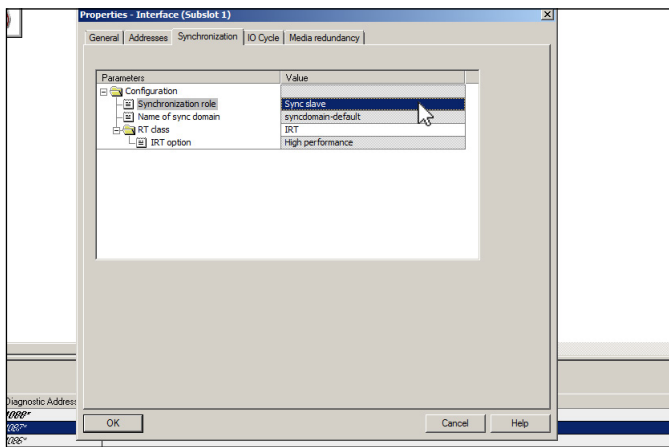
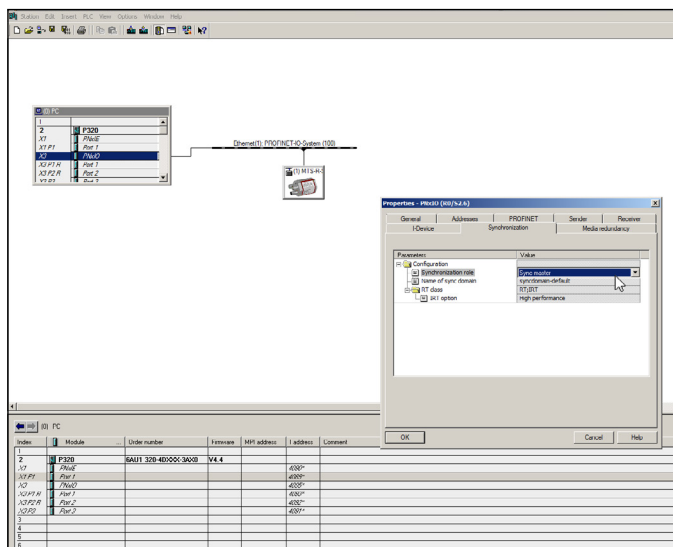

Abb. 76: Einstellung des Sensors über die Steuerung für den IRT-Modus als „Sync slave“
Abb. 80: Einstellung der Steuerung für den IRT-Modus als „Sync master“
5. In Abb. 76 wurde der Sensor über die Steuerung für den IRT-Modus als „Sync slave“ eingestellt. Nehmen Sie in gleicher Weise die Einstellung an der Steuerung vor. Aktivieren Sie den isochronen Modus an Ihrer Steuerung. In Abb. 80 ist dies für die Schnittstelle X3 an der Steuerung PNxIO dargestellt. Durch einen Doppelklick auf die Schnittstelle im Symbol der Steuerung „(0) PC“ im Hauptfenster öffnet sich das Fenster „Properties – PNxIO“. Setzen Sie im Reiter „Synchronization“ unter dem Eintrag „Configuration“ den Parameter „Synchronization role“ auf den Wert „Sync master“. Bestätigen Sie die Eingabe durch Klicken der Schaltfläche „OK“.